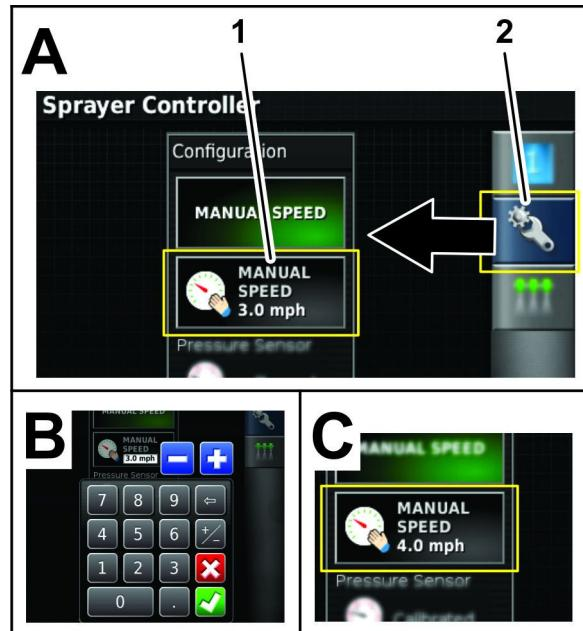

Figura 97
F. Pressione o ícone de Introdução manual de velocidade (Figura 97).
G. Utilize o teclado numérico para introduzir a velocidade simulada e pressione o ícone de Confirmar (Figura 97).